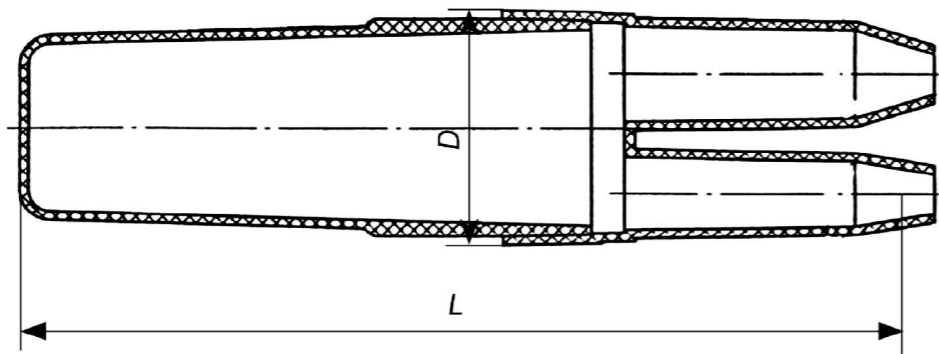

Рис. 2.1. Конструкция муфт МТГ «Пуласт»
**2.1.1.** Конструкция муфт МТГ дана на рис. 2.1, табл. 2.1. Назначение муфт МТГ дано в табл. 2.1.